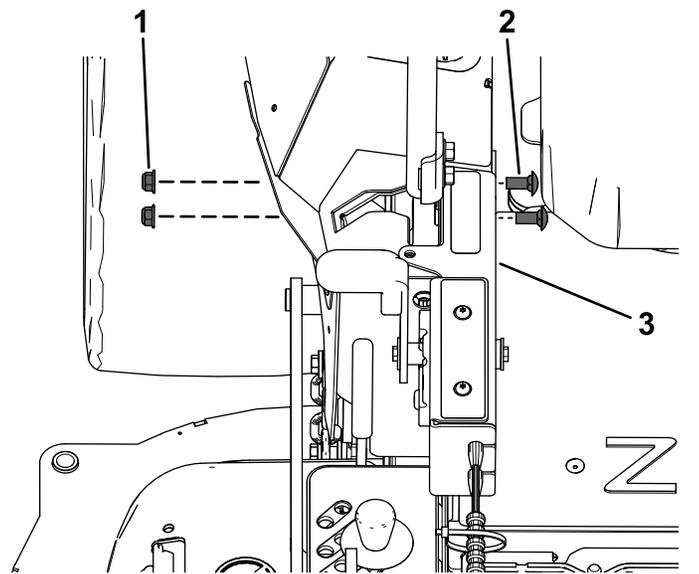

Figura 11
5. Prenda a caixa de controlo à cobertura direita de controlo de movimento utilizando dois parafusos de carroçaria ($\frac{3}{8}$ pol. x $\frac{7}{8}$ pol.) e duas porcas de bloqueio ($\frac{3}{8}$ pol.) como se mostra na Figura 11.